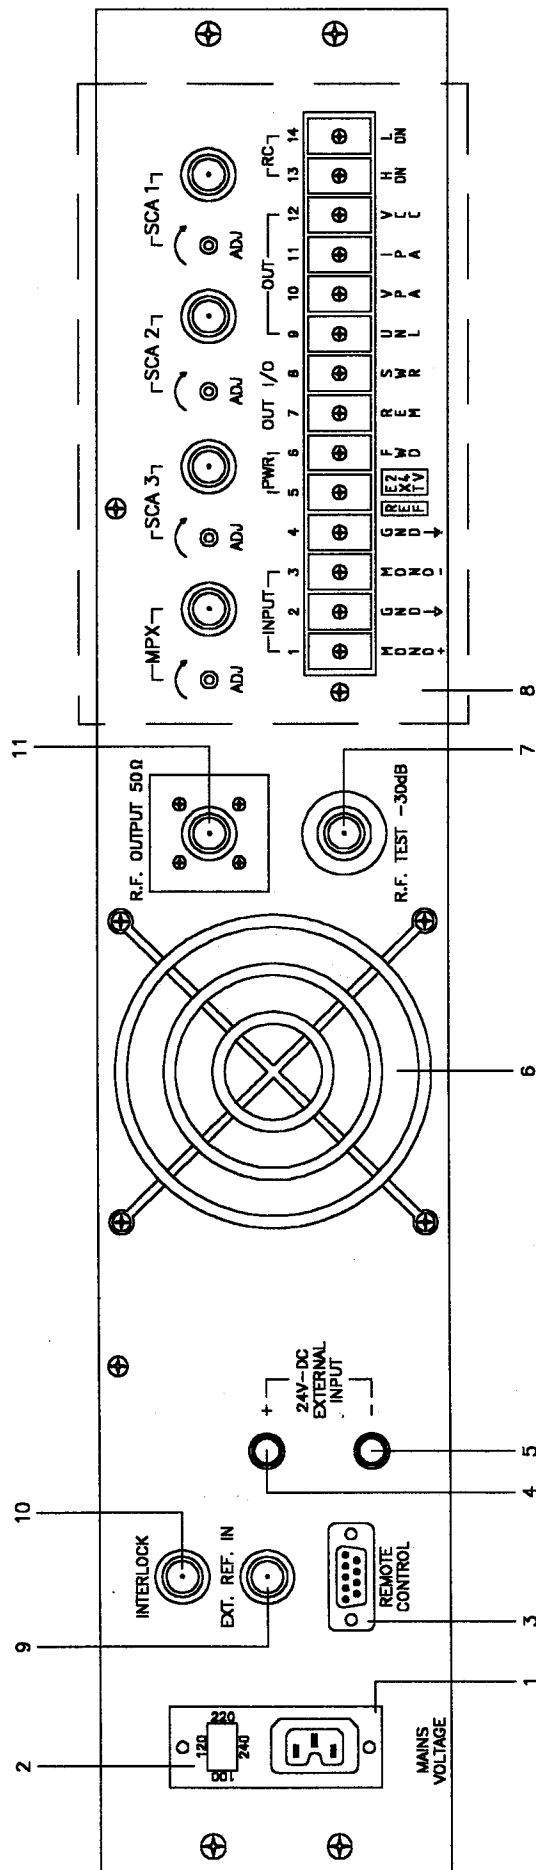

FIG. 2
DESCRIZIONE DEL PANNELLO POSTERIORE (Fig.2)
La prima operazione da effettuare è pertanto quella di selezionare la giusta tensione di alimentazione tramite il selettore posto sul pannello posteriore: eventualmente con un cacciavite sollevare il cappuccio (2 Fig.2) su cui sono stampati i valori di tensione e ruotarlo fino a che il valore che interessa corrisponda con la freccetta e quindi reinserirlo.
- 2) Connettere all'uscita RF (11 Fig.2) posta nel pannello posteriore un attenuatore 30dB con in serie un Power Meter, al fine di verificare la corretta indicazione del wattmetro interno del trasmettitore (SETUP 1/Fig.5/Pag.83).
- 3) Collegare alla presa posteriore INTERLOCK (10 Fig.2) un cavo alla cui estremità sia connesso un interruttore in grado di creare un corto circuito tra schermo e centrale, e posizionarlo in modo da ottenere questo corto circuito.
- 5) Connettere il cavo di rete nell'apposita vaschetta VDE (1 Fig.2).